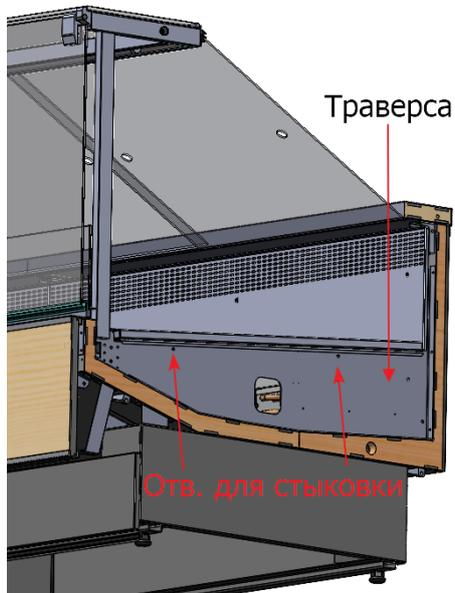

рис. 3
2. Установить плафоны светильников, прикрутив их к боковым стойкам на винты М6х10. К центральной стойке плафоны светильника монтируются с помощью муфт крепления плафона, винтов М6х10 и М6х16, рис. 2 и рис. 3.
- через отверстия в траверсах с помощью шпилек M6 и гаек с прессшайбой (рис. 3)